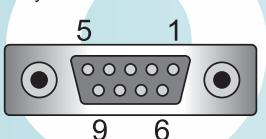

Fig. 18
■ El inversor SunEzy está equipado de serie con una interfaz RS232, gracias a la cual se puede acceder a los datos del inversor desde un PC, mediante el software SunEzy Control suministrado. Para efectuar dicha conexión, retirar la tapa RS232 situada en la cara inferior del aparato. Se trata de una toma DB9 (Fig. 18) cuyos pines tienen las funciones indicadas en la tabla adjunta.